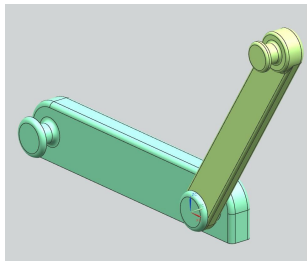

Рис.15
•Итак, на примере несложного двухзвенного механизма (рис.15), с одной единственной кинематической парой типа *Вращательный шарнир*, мы постараемся кратко рассмотреть основные этапы подготовки и анимации представленного примера.
•В этой директории присутствуют только две модели деталей (рис. 15,16).
•В эту сборку загрузите обе детали с *совпадением абсолютной системы координат*. В результате, в проекте сборки, в рабочем поле вы должны получить свой механизм таким, как изображено на рис.15. Пример придуман так, чтобы сейчас не отвлекаться на создание дополнительных ограничений сборки.